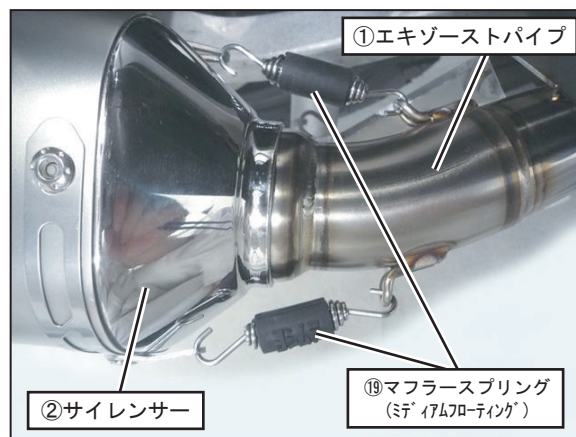

FIG. 11
9. ①エキゾーストパイプに②サイレンサーを取り付け、⑬マフラスプリング（ミディアムフローティング）をスプリング取付工具を使用して取り付け下さい。（FIG. 11 参照）